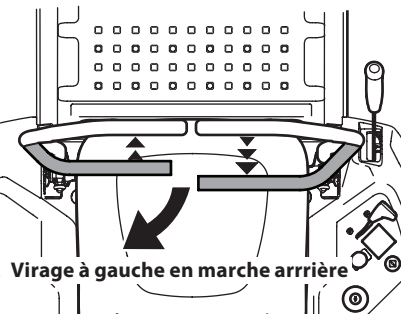

Figure 31
1. Pour tourner à gauche en marche arrière, poussez la barre de conduite gauche vers l'avant et tirez la barre de conduite droite vers vous. Voir Figure 31.